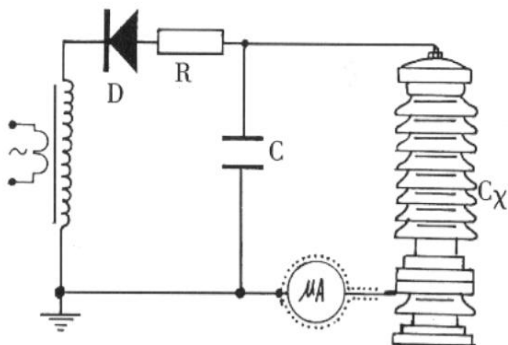
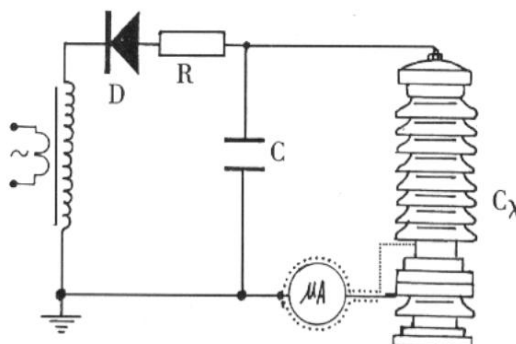

图 6a 微安表接入试品  $C_X$  底部的接线图
图 6b 排除试品  $C_X$  表面影响接线图
4.4.3 对氧化锌、磁吹避雷器等试品接地端可分开的情况下，也可采用在试品的底部(地电位侧)串入电流表进行测量的方式。但也必须使用屏蔽线(见图 6a)。当要排除试品表面泄漏电流的影响，可用软的裸铜线在试品地电位端绕上几圈并与屏蔽线的屏蔽相联接(见图 6b)